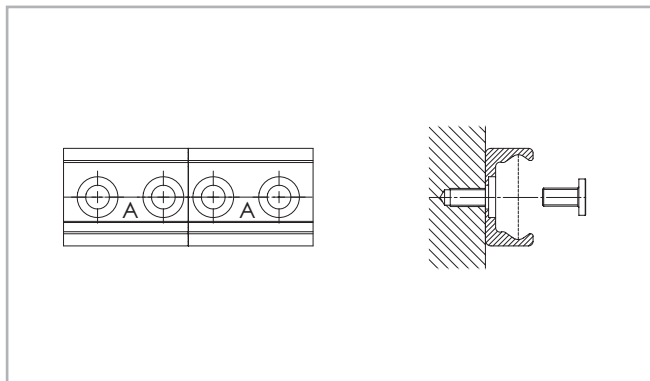

Fig. 117
- (1) Fixez les rails sur la surface de montage en serrant toutes les vis, à l'exception des dernières vis situées au niveau des aboutements du rail.
- (2) Montez les vis de fixation d'extrémité sans les serrer (voir fig. 117).